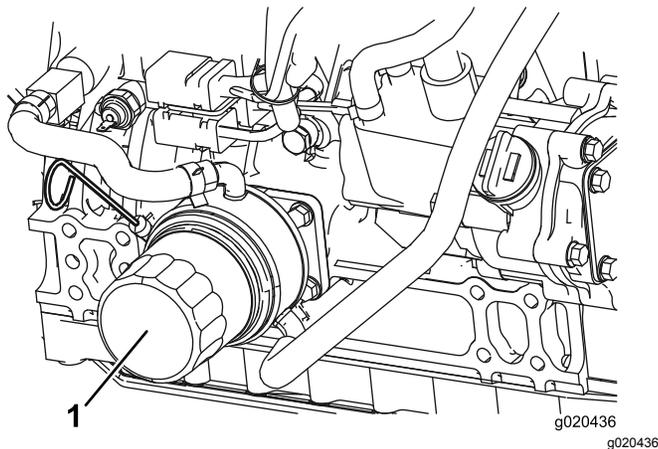

Figura 75
2. Retire el filtro de aceite (Figura 75). Aplique una capa ligera de aceite limpio al filtro nuevo antes de enroscarlo. **No apriete demasiado.**